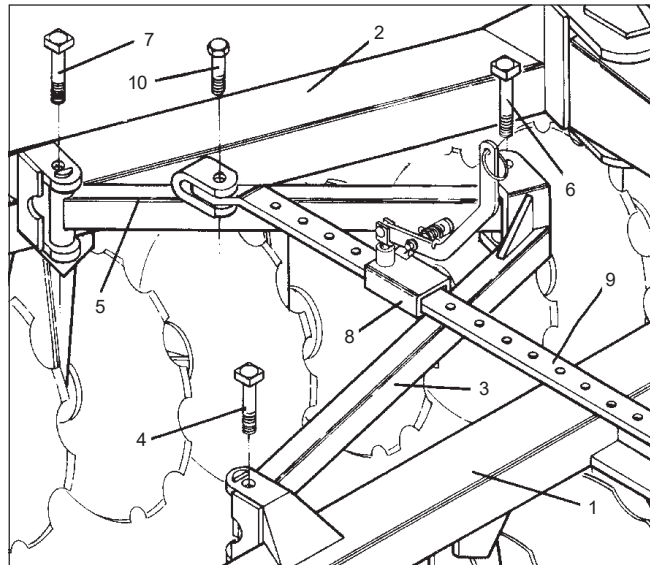

FIGURA 08
15 - Colocar el cuerpo de traba (8), en la barra estabilizadora delantera, pasar la traba de regulación (9), por el interior del cuerpo de traba, uniendo la barra estabilizadora trasera a través del tornillo (10), conforme **Figura 08**.